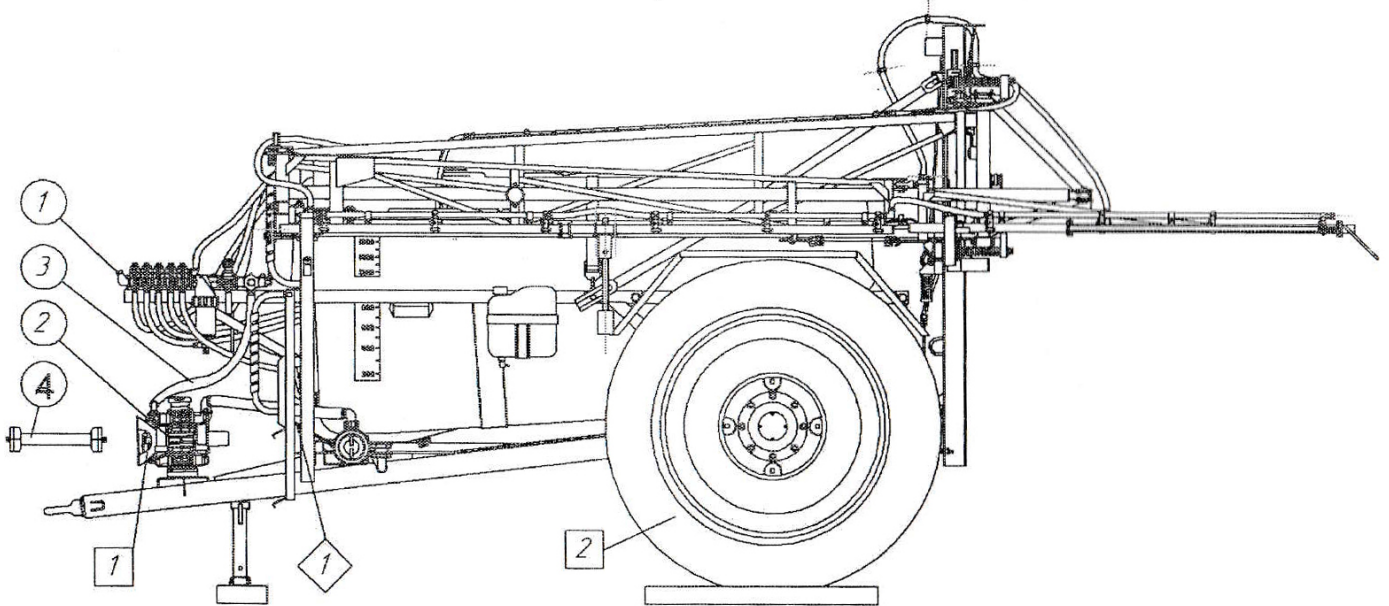

Рис. 11.2
11.4 Консервація обприскувача включає нанесення тимчасових засобів захисту, герметизацію і зняття складових частин для зберігання на складі (рис. 11.2).